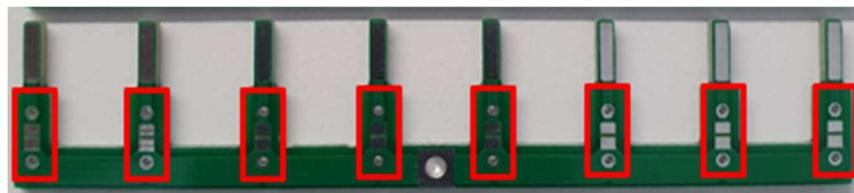

Figura 22 - Fusível/Solder Jumper
1. Se desejar, comece por colocar um fusível em cada saída da placa e proceda à sua soldadura, caso contrário, apenas solde o *solder jumper* que se encontra no mesmo local (Figura 22).